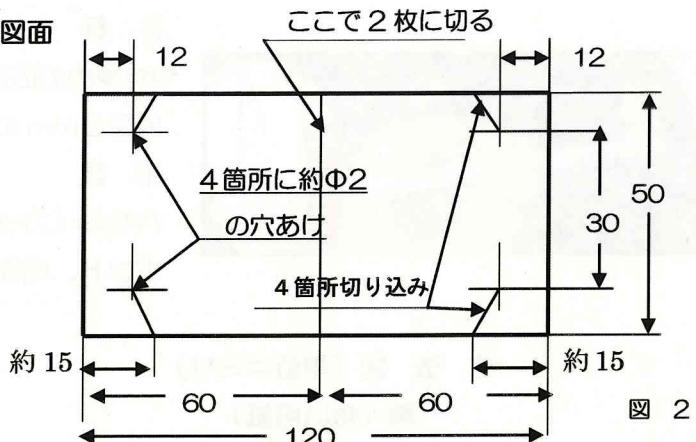

図 2
- ①図2を厚紙で作図し2つに切り取る
- ②厚紙の上の角をまるく、または図3のように切り取る。さらに穴に向かって図3のように切り込みを入れる（図2参照）